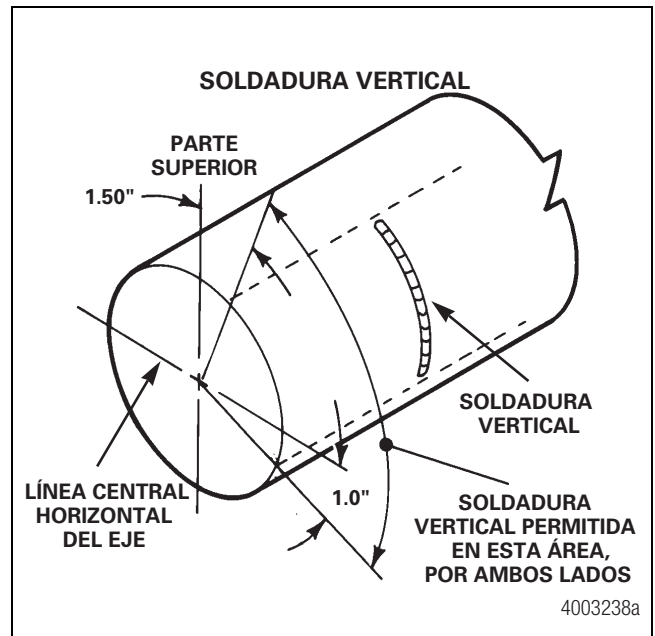

Figura 7.11
- No se permite soldar verticalmente en más de una pulgada (25.4 mm) por debajo de la línea horizontal central del eje. Figura 7.11.